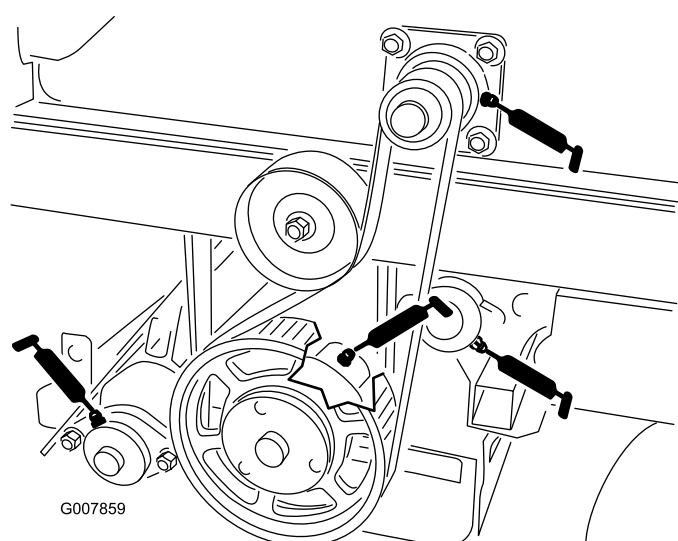
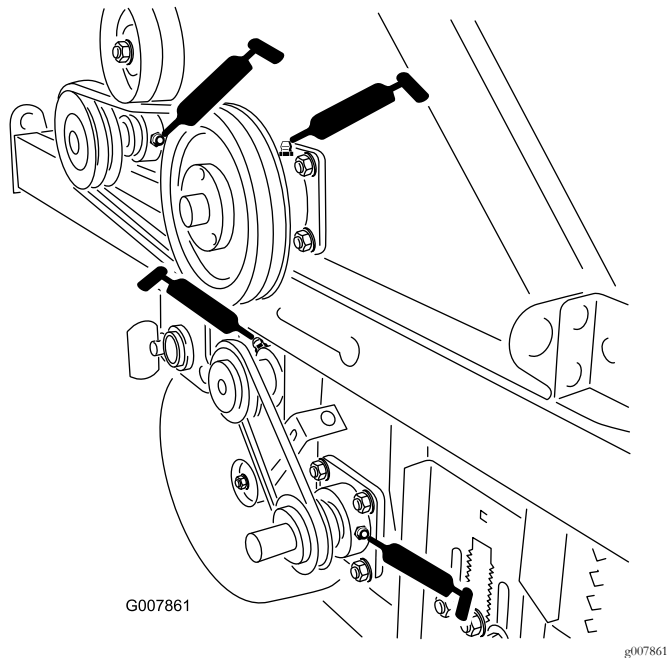

图40
图42
- 粉碎机组件2 个 图42 和 图40。
- 旋转角2 个 图42 和 图40。
- 捡拾刷2 个 图42 和 图40。
- 后滚筒2 个 图40。